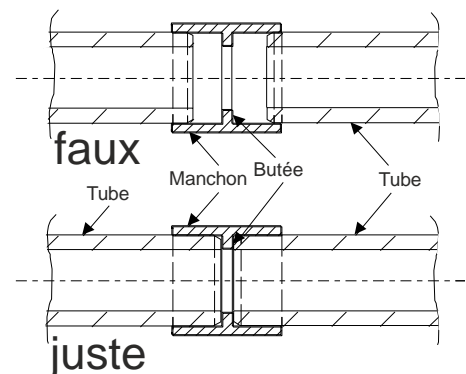

Fig. 37 Assemblage des tubes
- Les différents tronçons de tube se relient entre eux au moyen de raccords. Pour ce faire, en fonction du matériau utilisé pour les tubes, utiliser soit le collage, comme décrit au chap. 5.3.2 ou 5.3.3, ou le pressage, comme décrit au chap. 5.3.4. Les tubes doivent être introduits dans les raccords jusqu'à la butée, Fig. 37.